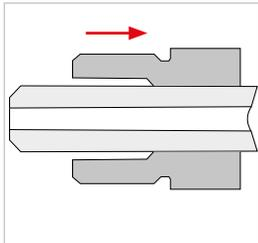

Abbildung 1
- ▶ Schieben Sie die Druckschraube auf das gereinigte Rohr (*Abbildung 1*).